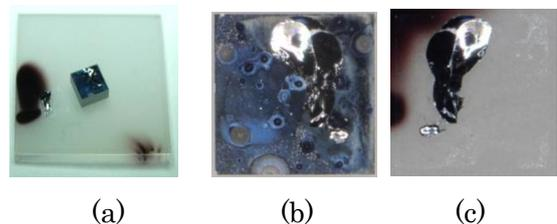

Fig. 2 Pictures of (a) Si-CeO₂ bonding sample, (b) Si side and (c) CeO₂ side.
実験②における、接合サンプルの外観とSi及びCeO₂側の拡大画像を Fig. 2 に示す。接合痕から接合を確認した。